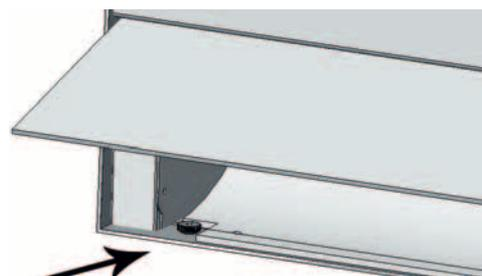

Fig. 10
4.2.10 Chiudere la parte frontale del sistema ALAPANEL e ALAPANEL-S in modo da ancorare la cornice di sostegno del frontale alla parte inferiore dell'ALABOX e ALABOX-C, tramite le 2 viti zigrinate in dotazione (fig. 10).